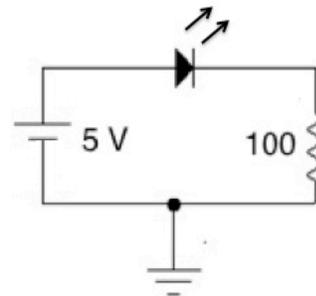

Figura 7. Circuito con diodo emisor de luz (led)
1. Construya el circuito en la figura 7 utilizando uno de los leds que se encuentran en el laboratorio. El ánodo corresponde al lado con la pata más larga y el lado plano es el cátodo.